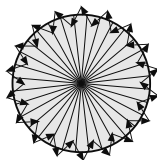

FIG.22
- Marcher autour de la lobe de détection jusqu'à ce que la LED s'allume pendant environ 2sec indiquant que le mouvement a été détecté (voir FIG.22).